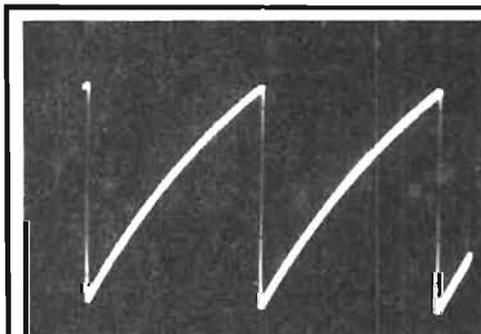

Fig. 5. - Sur cette rampe exponentielle, le déclenchement est possible jusqu'à la limite supérieure...
En déclenchement automatique, le potentiomètre de seuil (3) étant tourné à fond vers la gauche (position encliquetée), le départ s'effectue sur le niveau moyen du signal. Sur les autres positions, le seuil de départ peut être choisi de façon très efficace sur pratiquement 100 % de la hauteur du signal, comme le montrent les oscillogrammes des figures 5 et 6.